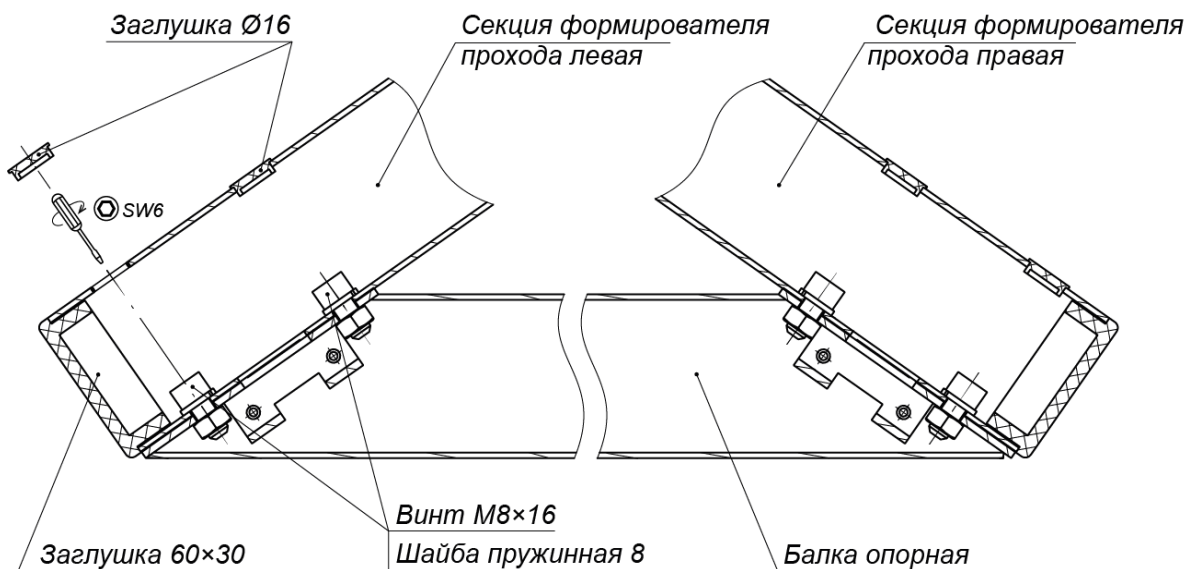
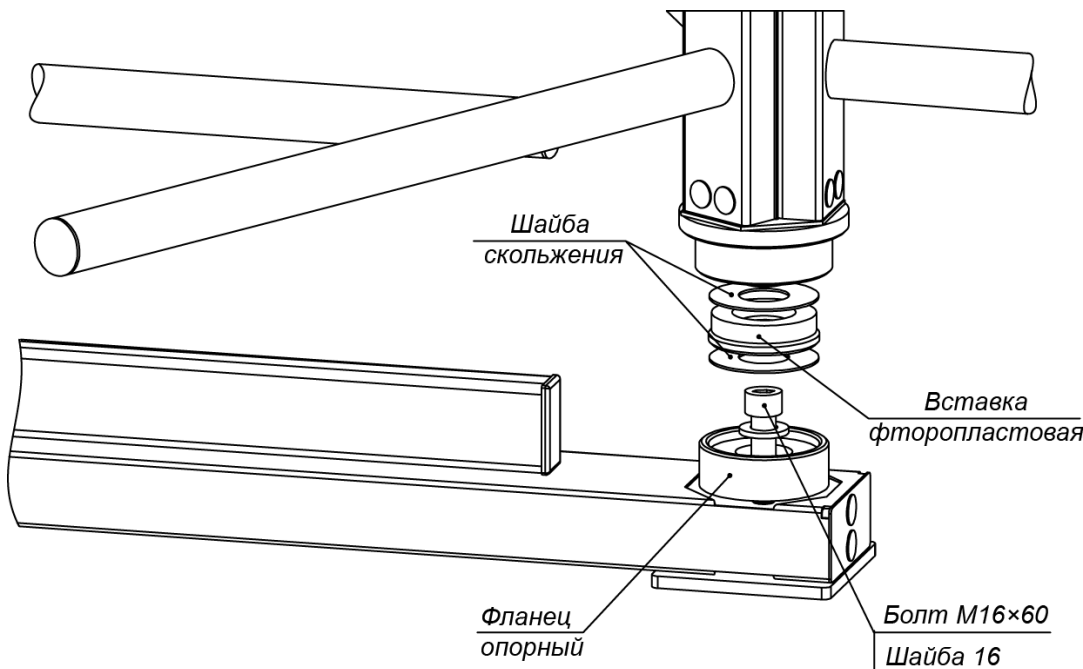

Рисунок 12. Крепление балки опорной (7) к секциям (6) формирователя прохода
Рисунок 13. Нижний узел вращения ротора (3)
3. Выполните на установочной поверхности разметку отверстий для монтажа турникета. Используйте шаблон из комплекта поставки, но затем обязательно проверьте истинность расстояний в соответствии с рис. 12.
индикации формирователей должны быть развернуты от оси симметрии (см. рис. 12) и учтено расположение на секциях мест крепления опорной балки (см. рис. 13).
9. Установите балку опорную (7) на секциях (6) формирователя прохода:
- Закрепите балку опорную на секциях формирователя прохода четырьмя болтами М8×16 (ключ SW6) из комплекта сборочно-монтажных принадлежностей (ящик №4). При уличном монтаже стыки опорной балки с секциями формирователя прохода рекомендуется герметизировать, используя атмосферостойкий силиконовый герметик по инструкции производителя (см. рис. 13).
10. Распакуйте стойку с преграждающими планками (5) (ящик №4).
11. Установите стойку с преграждающими планками (5) (работайте вдвоем!):
- Для варианта прокладки кабелей питания и управления через кабельные каналы в установочной поверхности снизу: положите стойку с преграждающими планками (5) на установочную поверхность таким образом, чтобы опорный фланец находился рядом с зоной отверстия А. Затем, используя монтажную проволоку, протяните кабели через нижнее отверстие в преграждающей стойке со стороны фланца вверх по стойке до ее верхнего отверстия. Выпуск кабелей на выходе из верхнего отверстия должен составлять 0,8 - 1,0 м. Временно зафиксируйте концы кабелей на верхней планке преграждающей стойки (к примеру, с помощью липкой ленты).
- Установите стойку с преграждающими планками на отверстия с анкерами в установочной поверхности по оси симметрии, при этом фланец должен встать на зону А, а место нижнего узла вращения (3) – на отверстие с анкером М16 (см. рис. 12).
- Окончательно затяните анкерные болты крепления к установочной поверхности опорных фланцев стойки с преграждающими планками (5) и фланцев секций (6) формователя прохода. При возникновении перекосов в силовых элементах конструкции турникета допускается использовать монтажные прокладки.
- Закройте пластиковыми заглушками Ø16 отверстия для болтов соединения секций ротора (2) и отверстия крепления балки опорной (7) к секциям (6) формователя прохода (см. рис. 13 и 20).